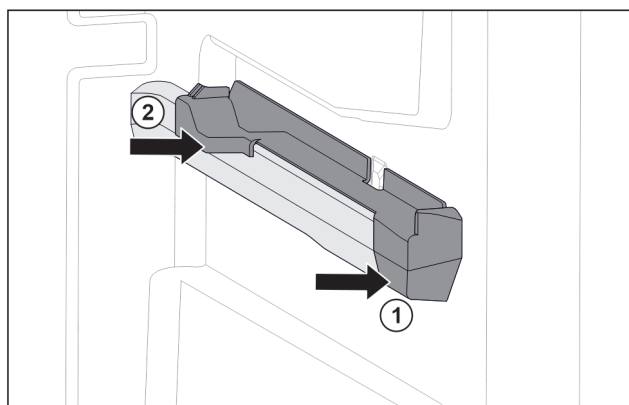

Fig. 57 Pieza de acoplamiento en la nervadura para recipientes derecha
- ▶ Coloque la pieza de acoplamiento delante en la nervadura para recipientes. Fig. 57 (1)
- ▶ Presione la pieza de acoplamiento por detrás. Fig. 57 (2)